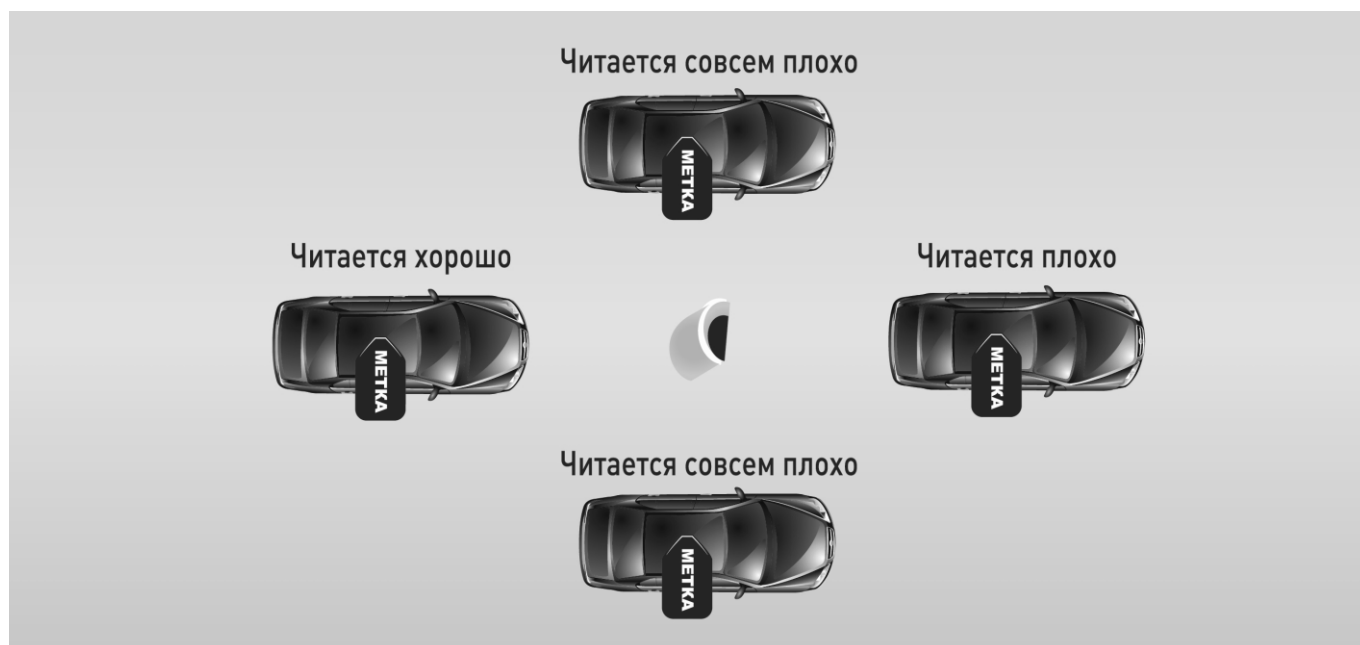

Рисунок 38. Зоны чтения метки
- правильно сориентировать антенны каждого из каналов. Антенны имеют достаточно выраженную диаграмму направленности, то есть при разном взаимном расположении метки и антенны дальность считывания существенно меняется. Максимальная дальность достигается при расположении метки по оси передней плоскости антенны, минимальная – при расположении метки параллельно плоскости антенны или сзади нее (рис. 38);